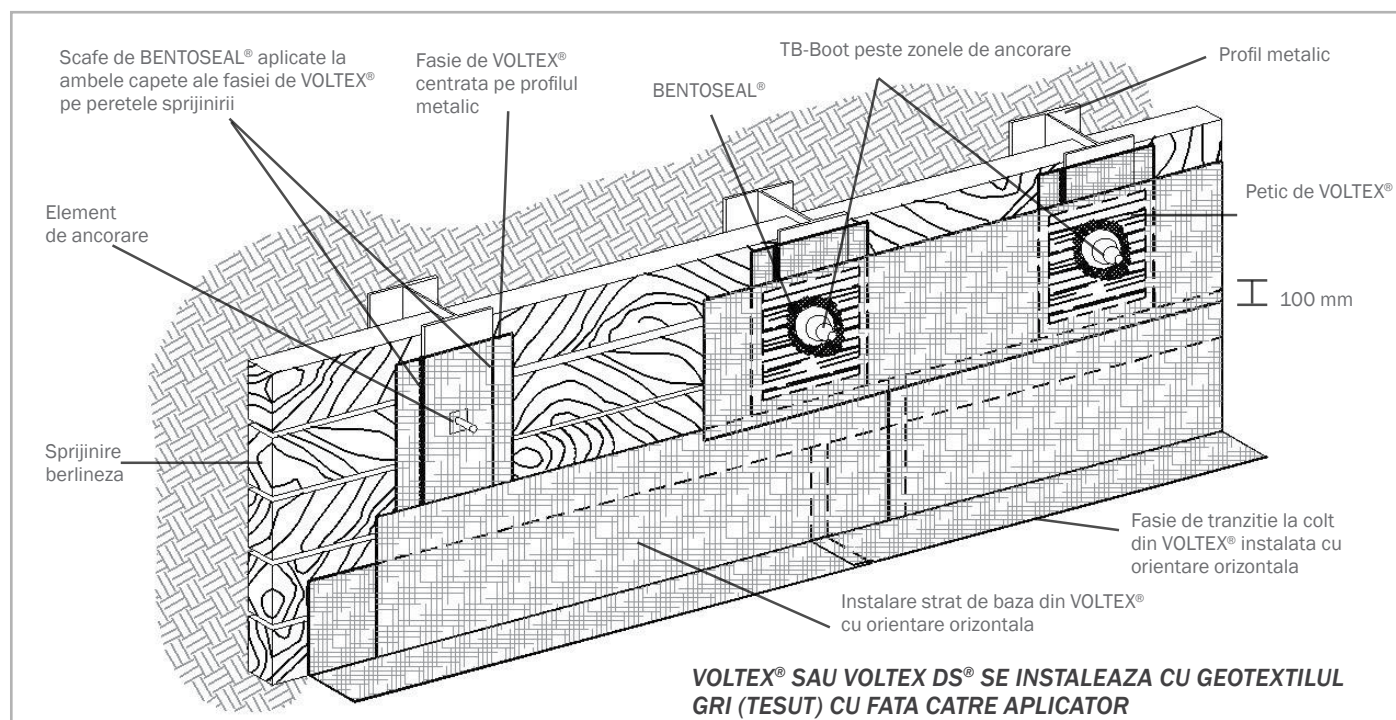

Figura 2.6 - VOLTEX® se aplica pe sprijinirea berlineza inainte de turnarea peretelui din beton armat.
**Aplicarea fasilor de membrana pe profilele metalice:** Peste toate profilele metalice se instaleaza cate o fasie de VOLTEX®. Fasiile de VOLTEX® se intind minimum 150 mm peste marginile profilelor. Apoi pe fasilor de VOLTEX® se aplica un strat de BENTOSEAL® de 6 mm x 50 mm, de-a lungul ambelor margini ale profilelor metalice (Figura 2.6).